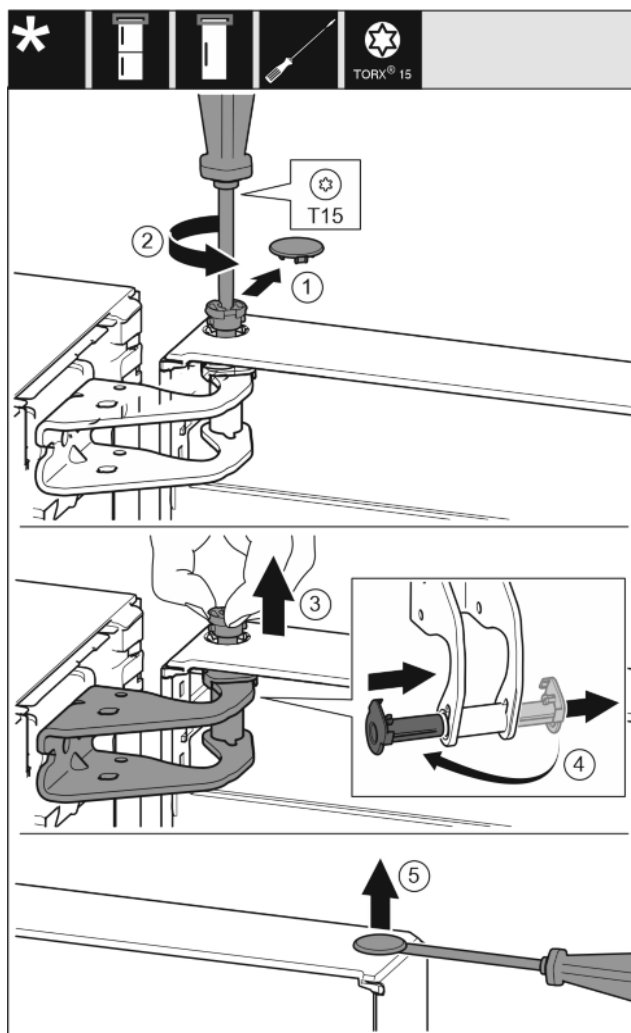

Fig. 9
- ▶ Осторожно снимите предохранительную крышку. Fig. 9 (1)
- ▶ Немного выкрутите палец отверткой T15. Fig. 9 (2)
- ▶ Удерживая дверь, извлеките палец вручную. Fig. 9 (3)
- ▶ Опорную втулку вытяните из направляющей. Установите и зафиксируйте с другой стороны. Fig. 9 (4)
- ▶ Осторожно приподнимите и извлеките при помощи шлицевой отвертки заглушку из опорной втулки двери. Fig. 9 (5)